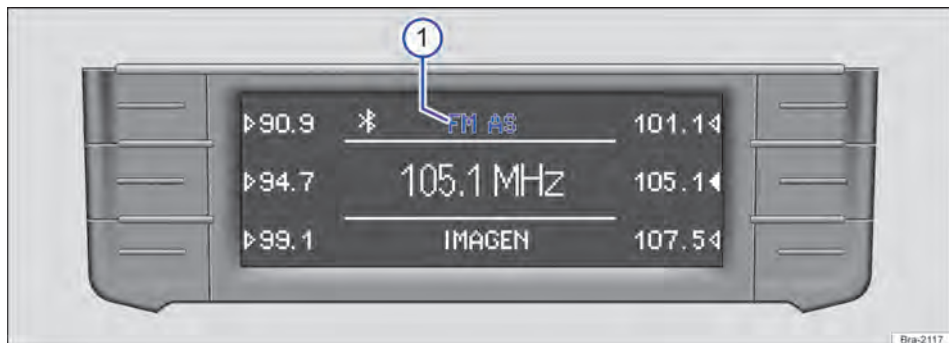

Fig. 129 Menu principal RADIO: são exibidas as faixas de frequências e os níveis de memória.
A faixa de frequências atualmente selecionada é exibida acima da exibição da estação → Fig. 129 ①.